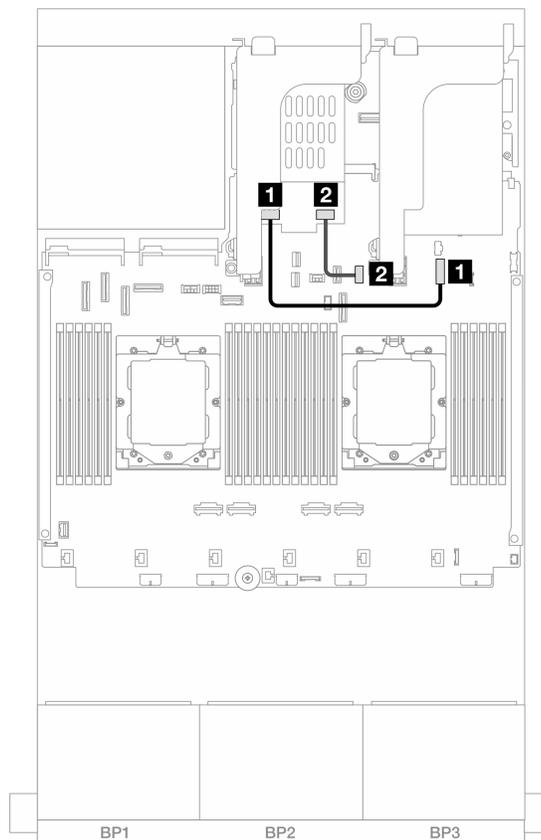

図 326. SATA ケーブル配線
- 383 ページの 図 326 「SATA ケーブル配線」